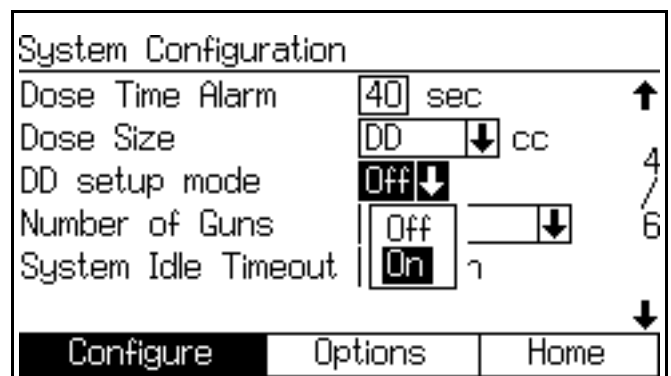

FIG. 108 Schermata Configure (Configurare) 4, modalità di impostazione di dosaggio dinamico abilitata
3. Selezionando l'opzione "DD" nella schermata Configure (Configurare) 4 si rende disponibile la modalità di impostazione DD. Vedere FIG. 108. Per abilitare "DD modalità di setup", selezionare On nel relativo menu a discesa. Questo disabilita (Off) gli allarmi E-3 e E4 del rapporto, permettendo una impostazione e una temporizzazione continue.